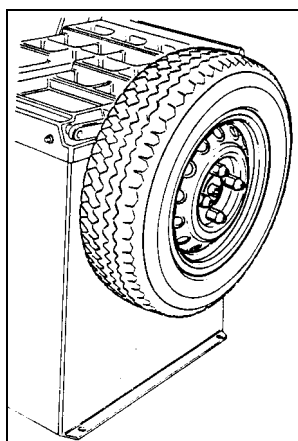

рис.14
- На **рис.14** показана система блокировки автомобильного колеса, которая использует универсальный фланец с 3/4/5 отверстиями.